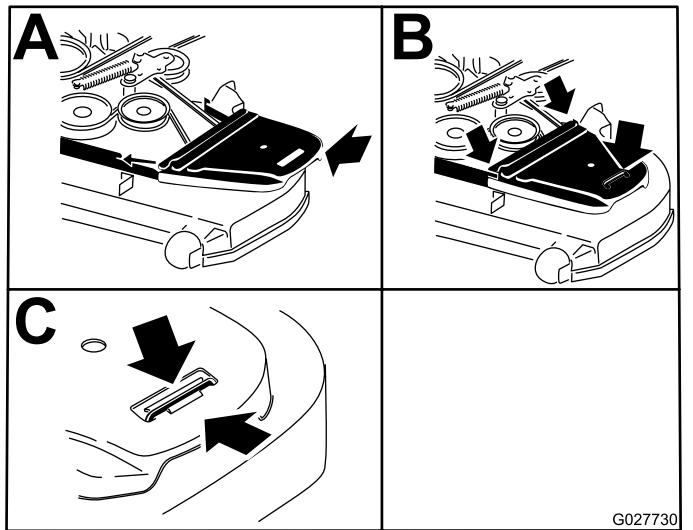

Figura 75
- Instale las cubiertas de la correa (Figura 75).